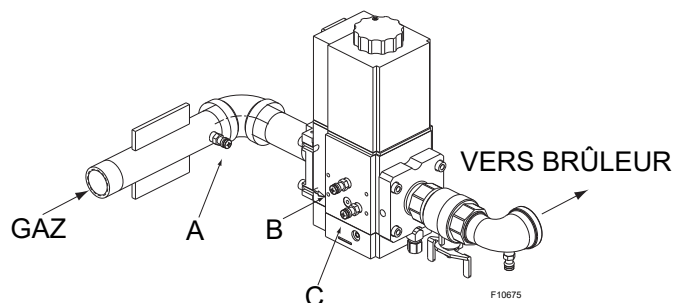

Figure 42. Emplacements de mesure de pression de gaz
2. Connectez un manomètre gradué de 12 po à un point de purge situé en amont, sur le tuyau d'alimentation en gaz de la chaudière. Mesurez la pression au point "A" (**Figure 42**).